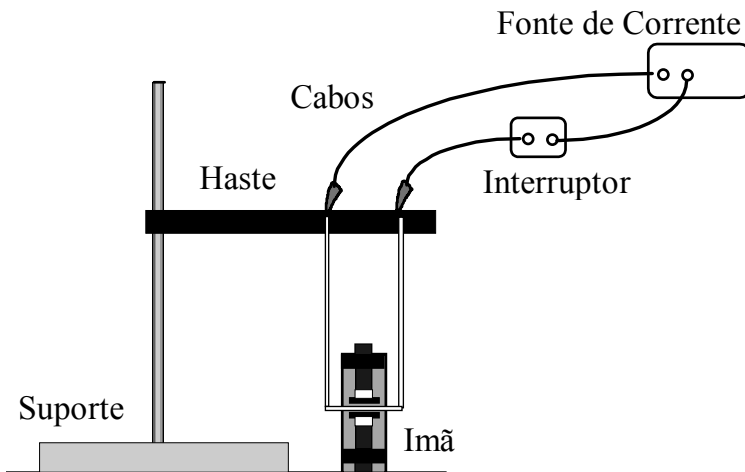

Figura 8.1: CARÁTER VETORIAL DA FORÇA MAGNÉTICA. Montagem experimental para a primeira parte.
- Prenda a haste cilíndrica no suporte, observe a figura 8.1.